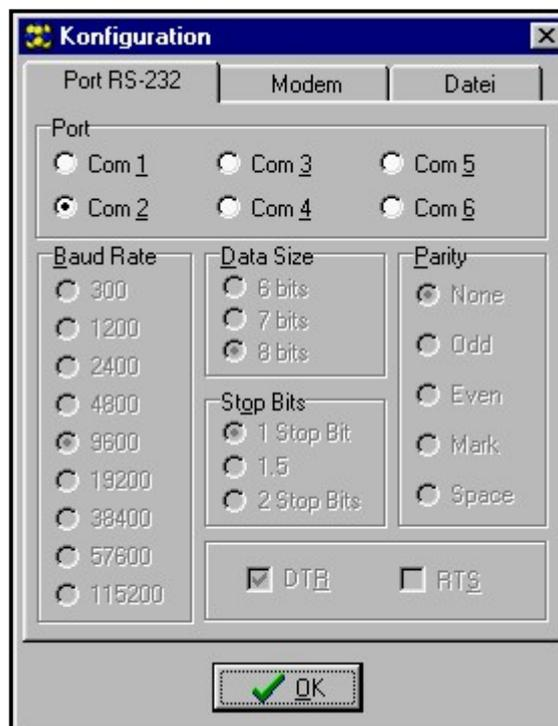

Abbildung 11.
2. Durch Anklicken des Symbols  (oder über das Menü **Kommunikation→Konfiguration**) das Fenster mit den Optionen der Kommunikationskonfigurierung öffnen und den Port wählen, über welchen sich der Rechner mit der RS-232 Schnittstelle des Moduls verbinden soll (siehe Abbildung 11).